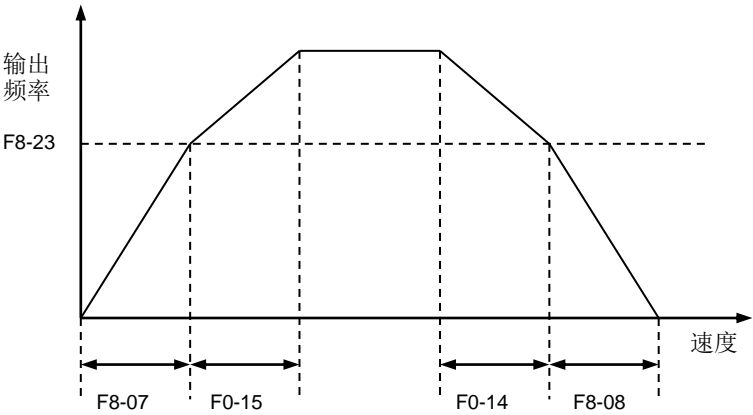

图 6-29 加减速切换频率
- F8-23：设定加、减速度自动切换时的频率点，如图 6-29 所示。